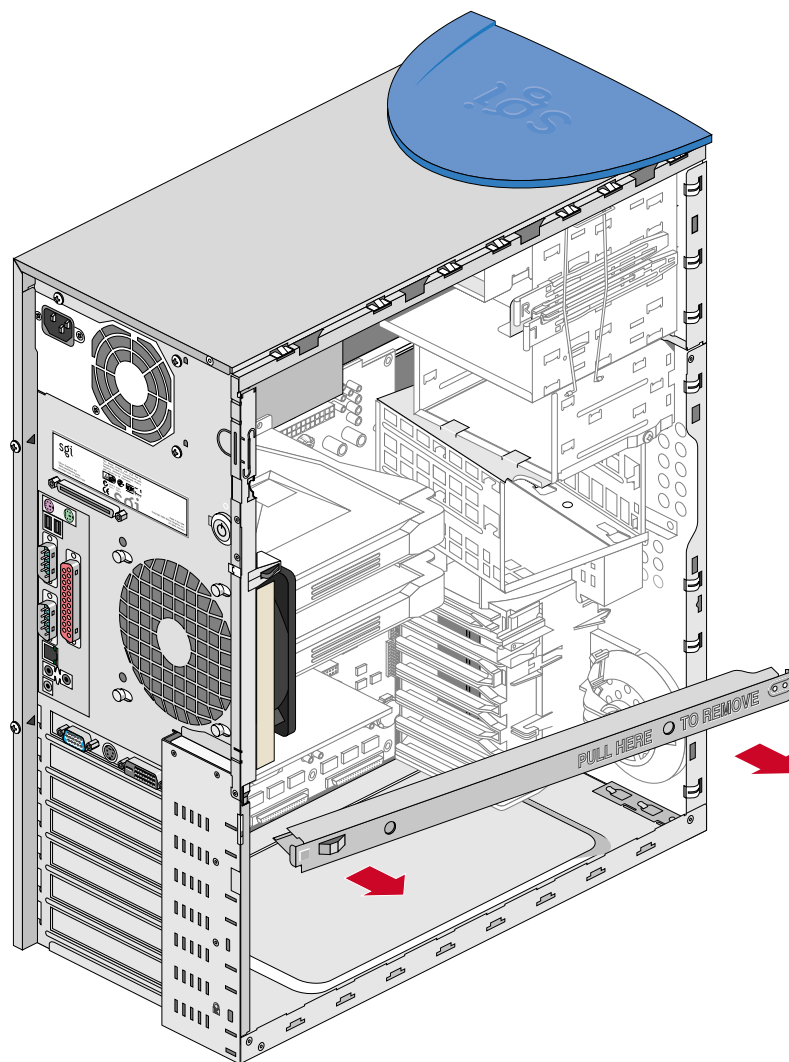

図2-5 本体からの梁の取り外し
5. 梁の右側が外れたら、本体の左側にあるスロットから梁を引き外します。図 2-5 に、本体から梁を完全に取り外す方法を図示します。